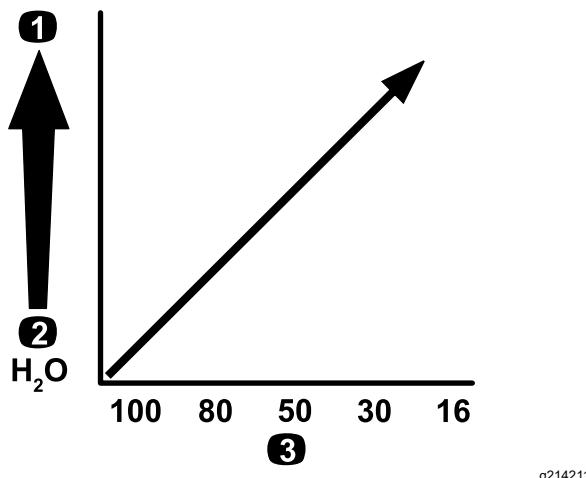

Figure 14
**Important:** Si vous pulvérisez des produits chimiques de viscosité plus élevée (plus épais) ou des solutions avec poudres mouillables, vous devrez peut-être utiliser un maillage plus grossier pour le filtre de pression optionnel ; voir Figure 14.